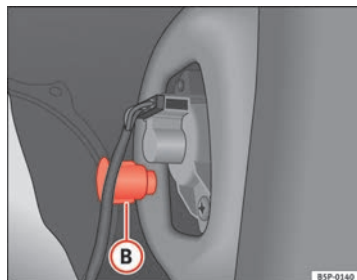

Abb. 190 Standlicht /
- Schrauben Sie die Kunststoffhalterung ⇒ Abb. 190 **B** der Rückleuchte heraus. Zum Herausdrehen können Sie einen Schraubendreher in dieses Teil einsetzen.